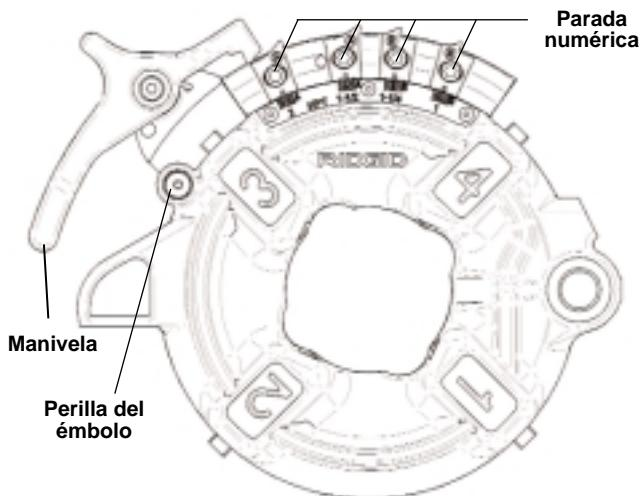

Figura 11 – Cabezal de Terrajas Semiautomático
Cabezal de terrajas Semiautomático (*Figura 11*) – Cuando el extremo del tubo que se rosca se encuentra al ras con el borde de la terraja número 1, golpee la palanca del cabezal de terrajas para que las terrajas suelten al tubo.
El Cabezal de Terrajas Semiautomático para roscas a mano derecha (*Figura 11*) necesita cuatro juegos de terrajas para roscar tubería desde  $\frac{1}{8}$  hasta 2 pulgadas. Se precisa un juego de terrajas para cada una de las siguientes gamas de tamaño: ( $\frac{1}{8}$  pulg), ( $\frac{1}{4}$  y  $\frac{3}{8}$  pulg), ( $\frac{1}{2}$  y  $\frac{3}{4}$  pulg) y (1 a 2 pulg). Para roscar pernos se necesita un juego distinto de terrajas para cada tamaño de perno.
1. Baje la manivela para que la placa de levas descanse contra una parada numérica, como se muestra en la (*Figura 11*).